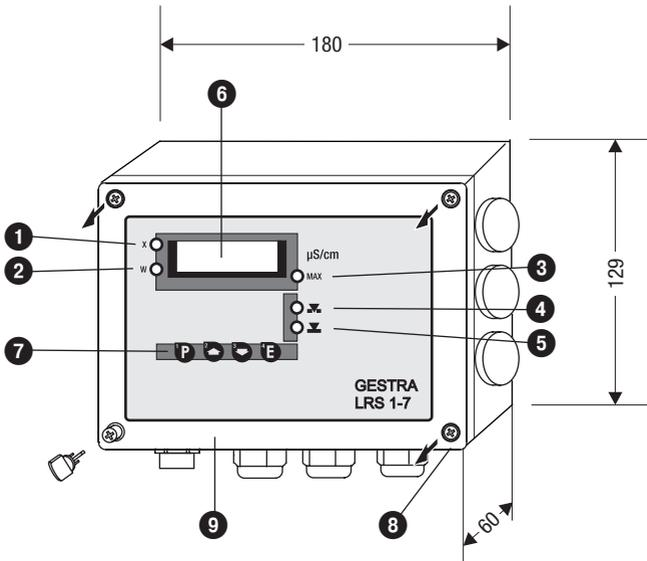

Fig. 2
1. Aflojar los tornillos de la tapa **8** y desmontar la tapa del cuerpo **9**. (**Fig. 2, 3**)